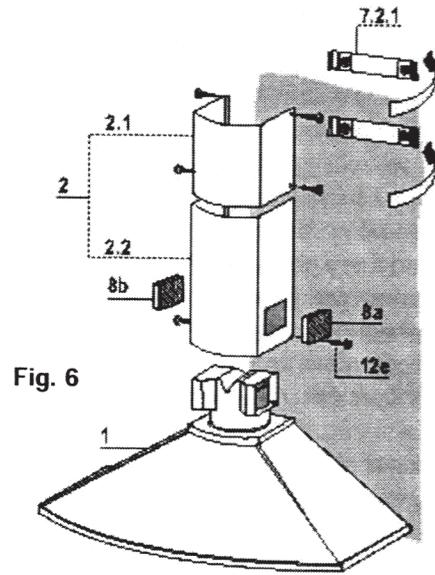

Fig. 6
- un cubreconducto con dos rejillas laterales (Fig. 6 N° 8),
##### 5.5 - Colocación de la chimenea telescópica (fig.6)